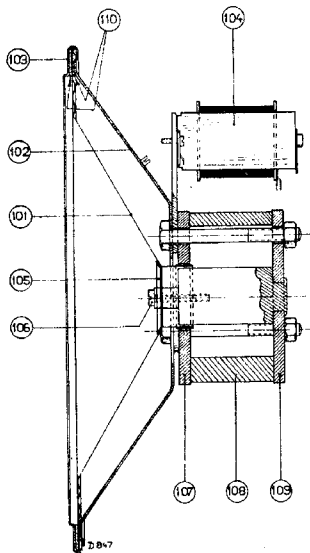

Fig. 6
2. Zorg dat voor- en achterplaat (fig. 6 pos. 107 en pos. 109) in geen geval van de magneet getrokken worden; hierdoor zou deze (evenals bij reparatie op een ijzeren plaat) verzwakken.